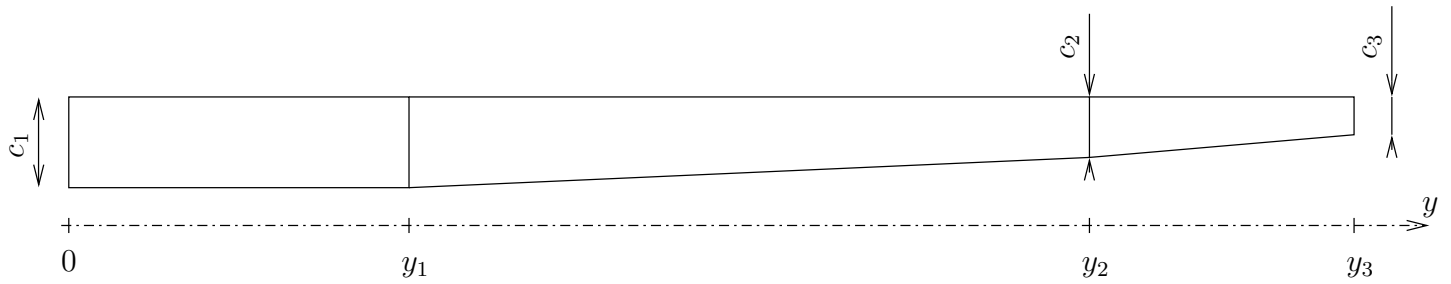

FIG. 1 – Forme de d’une aile : variations linéaires de  $c(y)$ .
La FIG. 1 donne la modélisation de la forme d'une aile vue de dessus. La corde et le profil ne sont pas constants sur toute la longueur de l'aile : leurs variations sont linéaires en  $y$ , distance entre l'axe du fuselage et un profil quelconque. On donne :
- 1) Au vue de la FIG. 1 et après avoir déterminé la surface de chaque portion d’aile, déterminez la surface  $S_a$  des 2 ailes. .... [0.5]